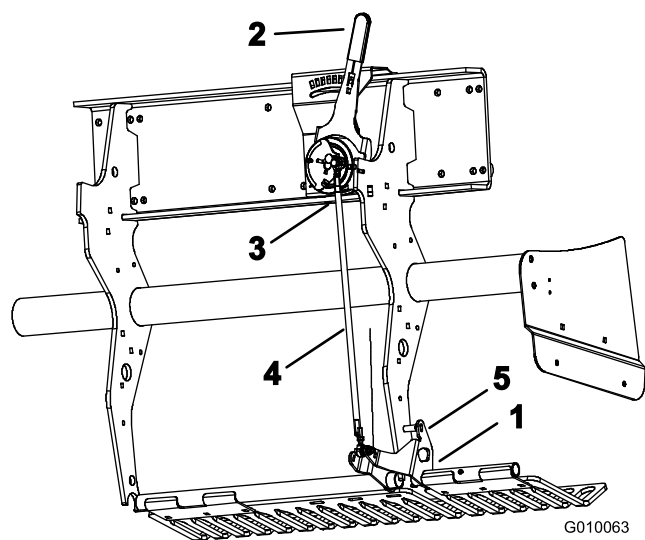

Figure 58
1. Tournez le support de fixation du protège-gazon gauche (Figure 58) jusqu'à ce que la goupille de sécurité (mèche ou vis de 5/16) puisse être introduite entre le support et le tube de réglage de profondeur soudé au châssis.
2. Placez le levier de réglage de profondeur d'aération (Figure 58) à la position "H" (profondeur maximale).
3. Débranchez le commutateur sphérique (Figure 58) du faisceau de câblage (commutateur d'abaissement de tête).
4. Desserrez les écrous de blocage (gauche et droit) sur la biellette de réglage de profondeur (Figure 58).